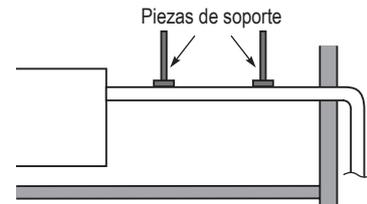

Fig. 7-13
- No aplicar fuerza a las tuberías laterales de la unidad al conectar la de drenaje. No debe dejarse que el tubo cuelgue sin soporte de su conexión a la unidad. Sujetarlo a una pared, marco u otro soporte tan cercano a la unidad como sea posible. (Fig. 7-13)